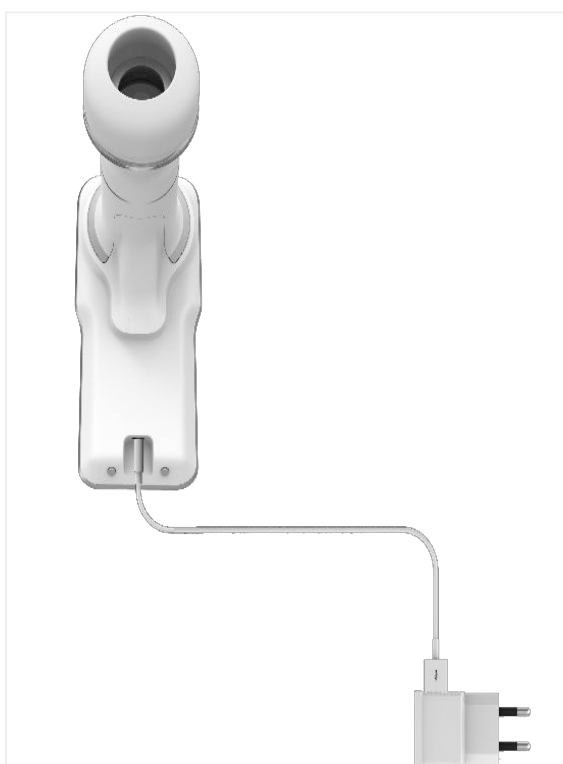

Imagen 83: Dispositivo **Eyer®** conectado al cargador.
- **Mediante el Smartphone:** Enchufe un cargador conectado a la red eléctrica (imagen 83) en el puerto USB-C del dispositivo **Eyer®** (imagen 84).